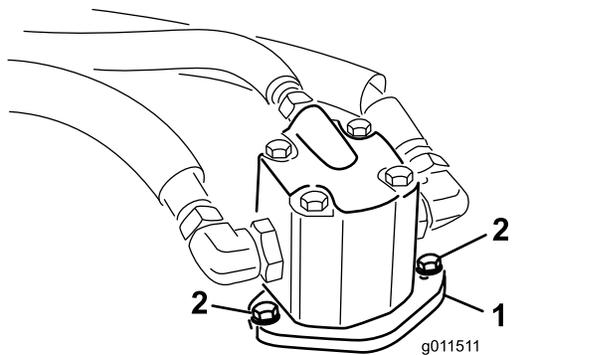

Figura 97
4. Retire los pernos que sujetan el motor hidráulico a la unidad de corte (Figura 97). Retire el motor de la unidad de corte y póngalo encima de la unidad de corte.